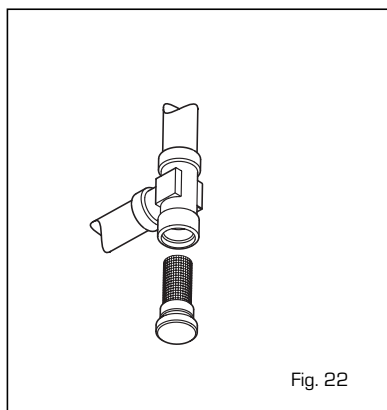

Fig. 22
4.4.3 Pulizia "Aqua Guard Filter System" (fig. 22)
4.4.4 Funzione asciugatura massetto (fig. 22/a)